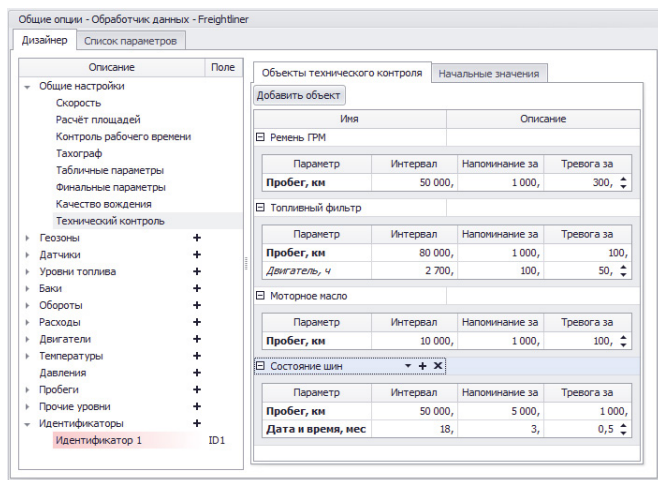

Рис.340. Пример списка объектов технического контроля.
- Аналогичным образом необходимо добавить другие блоки ТС для контроля прохождения ТО. На **Рис.340** приведен пример объектов технического контроля и параметры, по которым контролируется выполнение технического обслуживания этих объектов. Если срок прохождения технического обслуживания объекта контролируется по нескольким параметрам ТС, то время ТО считается достигнутым, если превышен интервал прохождения хотя бы по одному из контролируемых параметров.